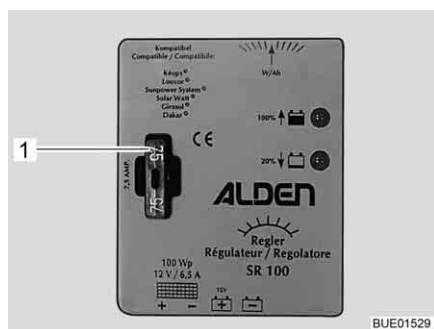

Bild 149 Säkring laddningsregulator för solpanel 100 W
- Byt flatsäkring 5 A/ljusbrun (Bild 149,1).